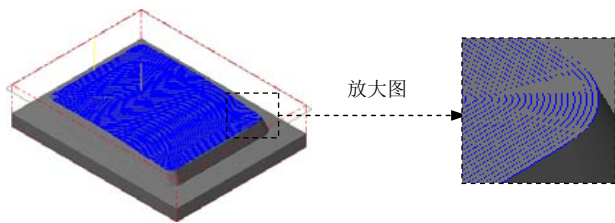

图 5.17 刀具路径
(1) 在“曲面精加工环绕等距”对话框中单击 **环绕等距精加工参数** 选项卡, 在 **大切屑间距 (M)** 文本框中输入值 0.3, 选中 ☒ **由内而外环切**、☒ **切削顺序依照最短距离** 复选框, 取消选中 **恒定深度 (D)** 按钮前的复选框, 其他参数采用系统默认设置值。
(2) 单击 **间隙设置 (G)...** 按钮, 在系统弹出的“刀具路径的间隙设置”对话框中选中 ☒ **切削顺序最佳化** 复选框, 在 **位移小于允许间隙时, 不提刀** 区域的下拉列表中选择 **沿着曲面 (s)** 选项。单击 按钮, 系统返回至“曲面精加工环绕等距”对话框。
Step9. 完成参数设置。单击“曲面精加工环绕等距”对话框中的 按钮, 系统在图形区生成图 5.17 所示的刀具路径。